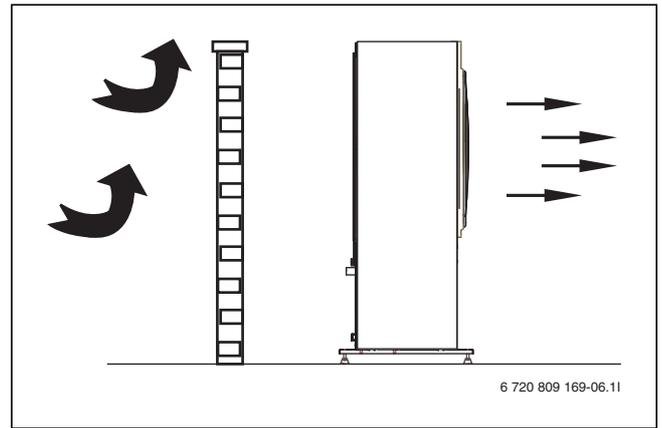

Bild 10 Freistehender Wärmepumpe
- ▶ Die Ansaugseite muss durch eine Schutzwand o.ä. geschützt werden (→ Abb. 10).